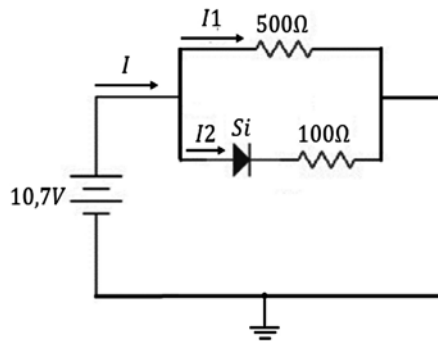

Figura 2.43 Circuito DC con diodos. Fuente: Elaboración propia
- g) En el circuito de la figura 2.43, se pide hallar el valor de I .